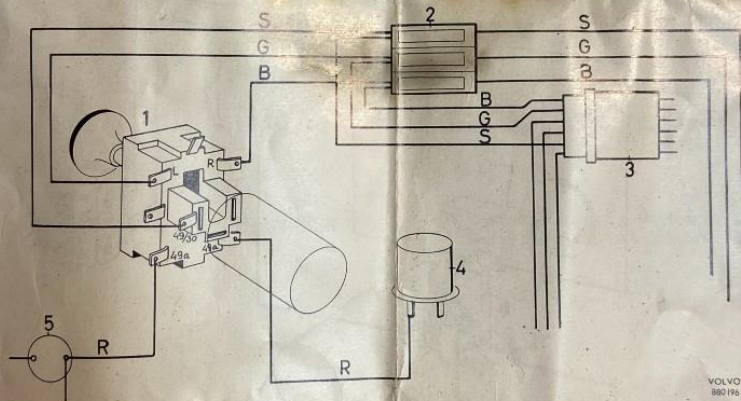

Bild 2. 120-serien
3. Innan fyrvägsströmbrytare med blinkdonet monteras i hålet ansluts ledningarna på strömbrytarens baksida enligt bild 2.
blinkdonet där den ordinarie röda ledningen förut satt, se bild 2.
5. Drag fram skarvblocket som sitter längst till vänster upp under instrumentbrädan. Koppla ur svart, grön och tjock blå kabel (som är placerad intill grön kabel) Koppla dessa i det nya skarvblocket som medföljer satsen, i den ordning som bild 2 visar och koppla sedan de lösa kablarna från skarvblock 2 till bild 2 i skarvblock 3 bild 2.